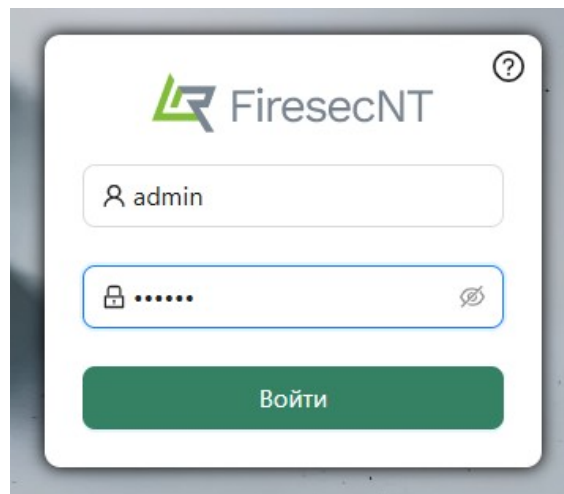

Рисунок 5.22 – Страница авторизации пользователя
- б) на открывшейся странице введите имя пользователя, пароль и нажмите кнопку «**Войти**» в соответствии с рисунком Рисунок 5.22.